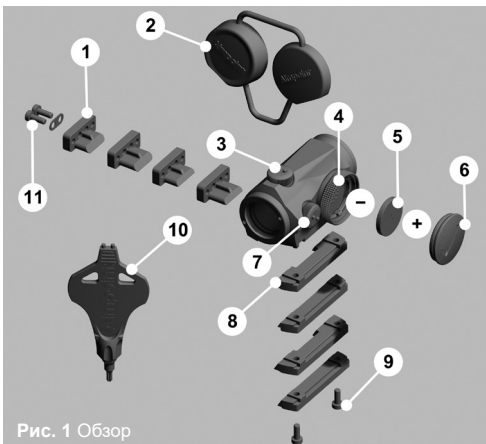

Рис. 1 Обзор
- 2 Установите **БАТАРЕЙКУ (CR2032)** положительным полюсом (+) к **КРЫШКЕ БАТАРЕЙНОГО ОТСЕКА**, как показано на рисунке Рис. 1.